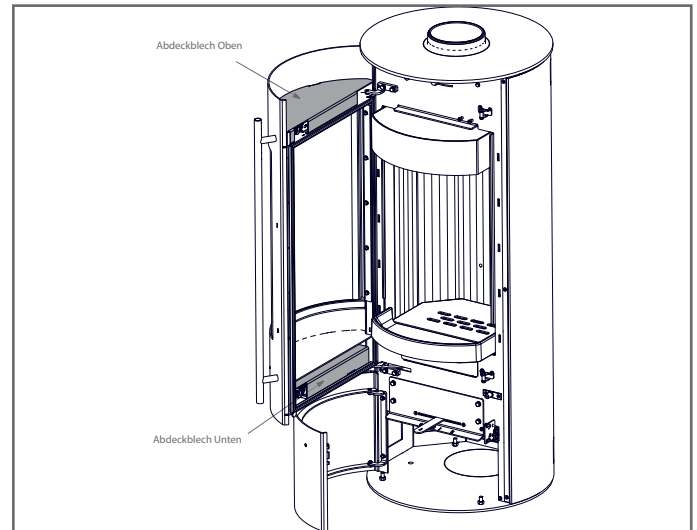

Abb.:8.1
- Abdeckbleche ansetzen.(Abb.:8.1)